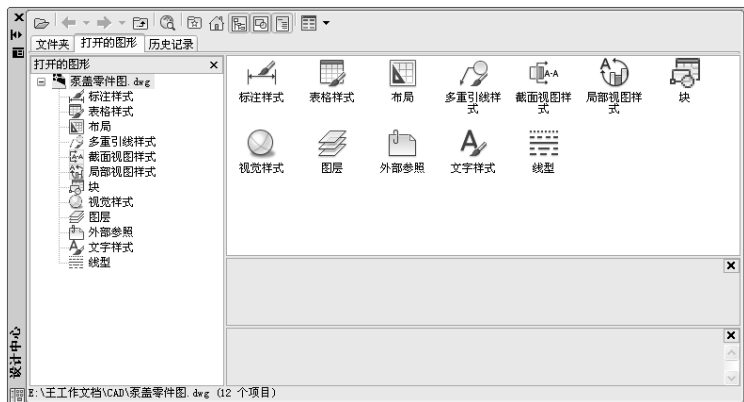

图 6-59 “打开的图形”选项卡
② “打开的图形”选项卡：显示当前已打开的所有图形文件的列表，如图 6-59 所示。单击某个图形文件，可以将图形文件的内容加载到内容区中。